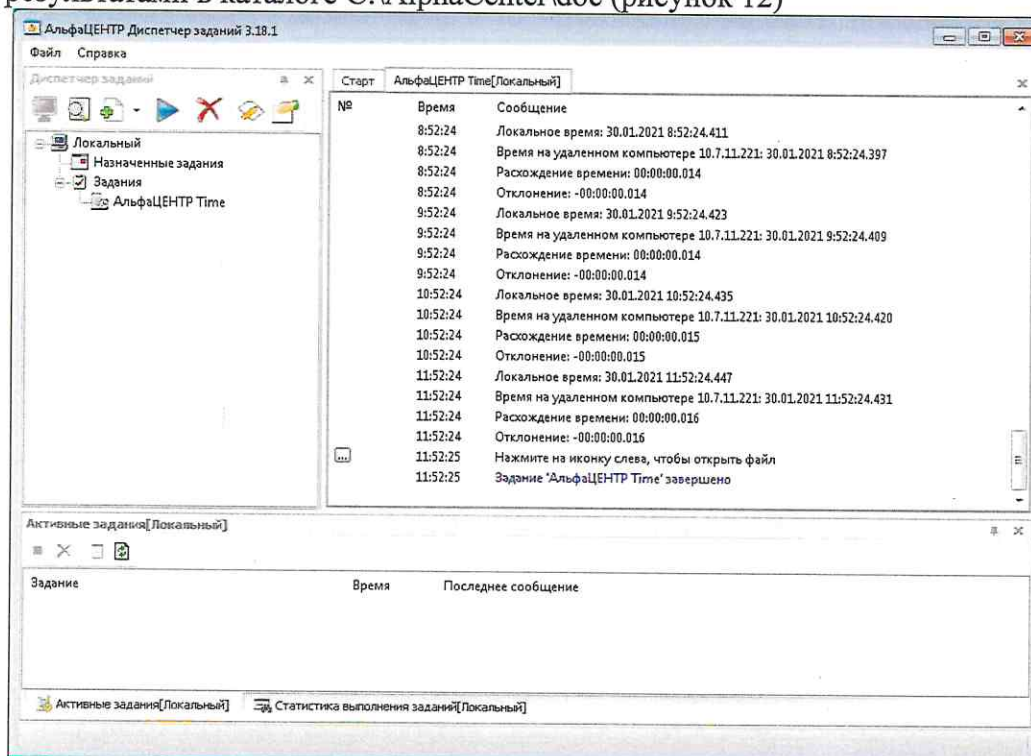

Рисунок 12
10.1.5 По истечении 24 часов убедиться в успешном завершении задания и создании отчетов с результатами в каталоге C:\AlphaCenter\doc (рисунок 12)